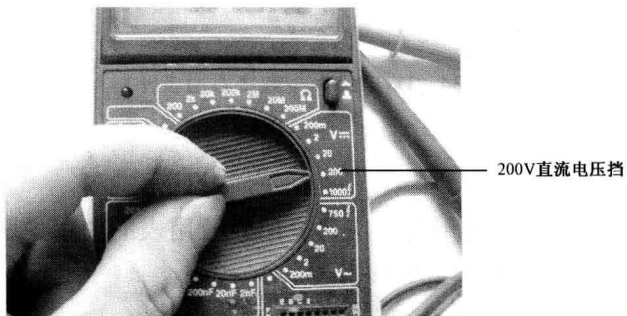

图1-37 将量程开关拨至直流电压量程
(3) 电压的测量：按图 1-37 所示根据需要将量程开关拨至“DCV”（直流）或“ACV”（交流）的合适量程，红表笔插“V/Ω”孔，黑表笔插入“COM”孔，并将表笔与被测线路并联，读数即显示。交流电压测量如图 1-38 所示。直流电压测量如图 1-39 所示。